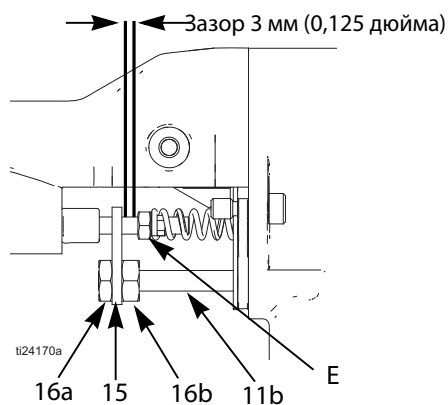

Рис. 25. Регулировка рычага привода
2. Снимите воздушную головку. См стр. 31, шаг 2. Снимите кожух краскораспылителя (26).
3. Удалите стопорную гайку (16), рычаг (15) привода и регулировочную гайку (16). См. Рис. 25.
См. Рис. 25.
5. Удалите регулировочные гайки (16a) и рычаг привода (15). См. Рис. 25.